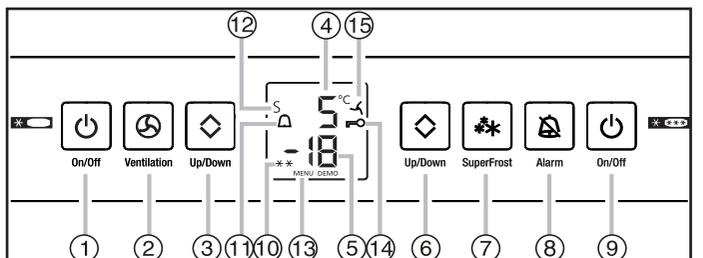

Fig. 11
► Appuyez sur la touche Marche/Arrêt du congélateur fig. 11 (9) pendant au moins 3 s.
► Appuyez sur la touche Marche/Arrêt du réfrigérateur fig. 11 (1) pendant au moins 3 s.